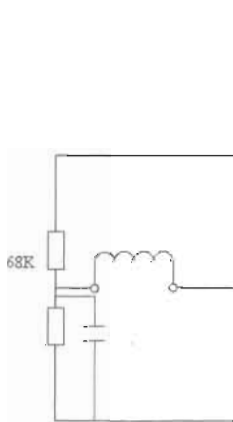

图 8-92
(3) 使用 Move (移动) 命令把文字移到恰当位置，效果如图 8-92 所示。